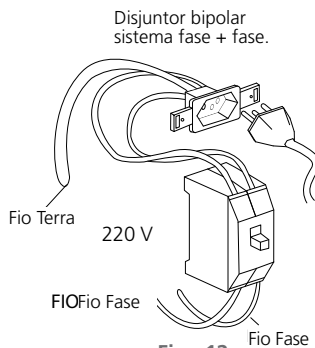

Fig. 12
- Se o sistema elétrico de sua residência for 220 V (fase + neutro) utilizar disjuntor termomagnético **monopolar** de 16 A no fio fase (fig. 12).